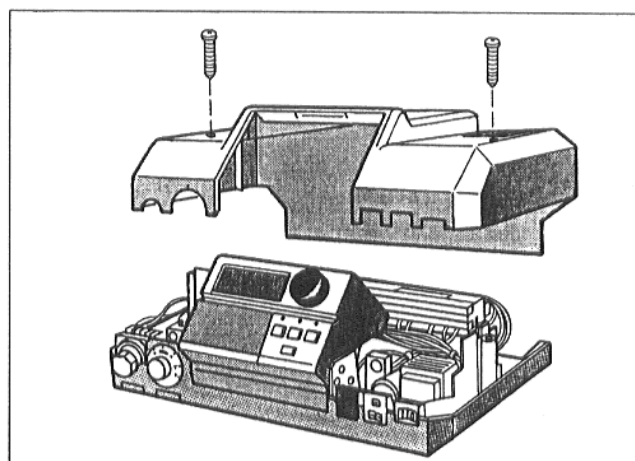

Рис. 1
- Снять кожух устройства регулирования (Рис. 1).